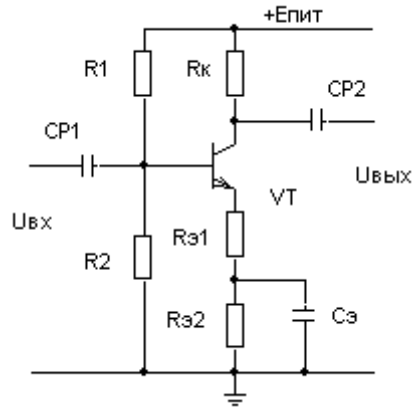

Рис. 1. Схема усилительного каскада ОЭ
В работе исследуются усилительный каскад на биполярном транзисторе ОЭ. Рабочая схема усилительного каскада ОЭ приведена на рис. 1. Работа схемы исследуется методом моделирования в СхСАПР *Orcad 9.2*.
2. Для схемы усилительного каскада ОЭ (рис. 1) и указанных параметров элементов (табл. 1) рассчитать: